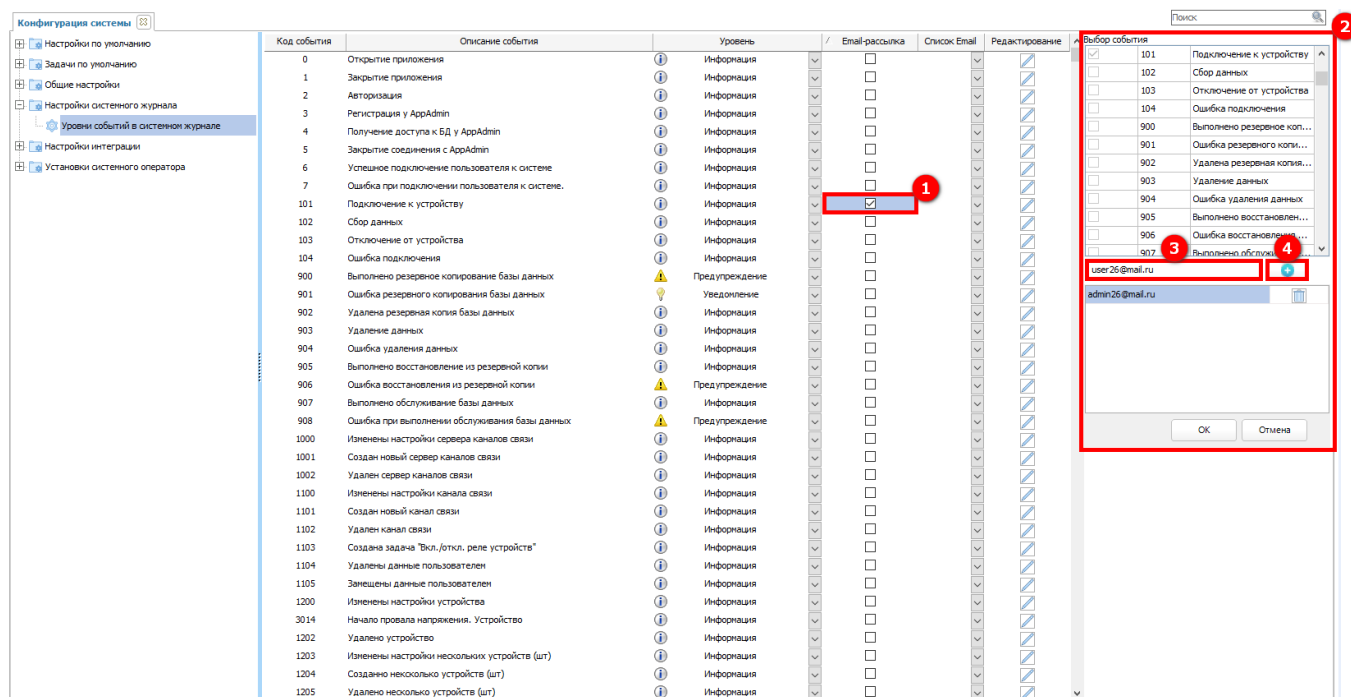

Рисунок 231 – Настройка уведомлений на электронную почту об одном произошедшем событии
Для настройки уведомлений на электронную почту об одном произошедшем событии необходимо напротив нужного события в столбце **Email-рассылка** поставить отметку (1) (см. рисунок 231). Далее в открывшемся окне (2) указать адрес электронной почты (3), на который придет письмо о наступлении выбранного события, и нажать кнопку (4). При необходимости указания нескольких адресов электронной почты необходимо повторить вышеуказанные действия.